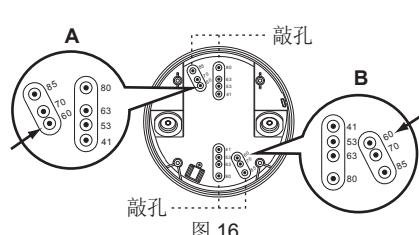

图 17
3.3.4.1 表面安装接线盒的底盖上有 7 对敲孔，间距从 41 mm 至 85 mm 不等，可选择用于不同的安装应用（见图 16）。针对相应的固定距离，在两端需选择两个相同的数值（见图 17）。